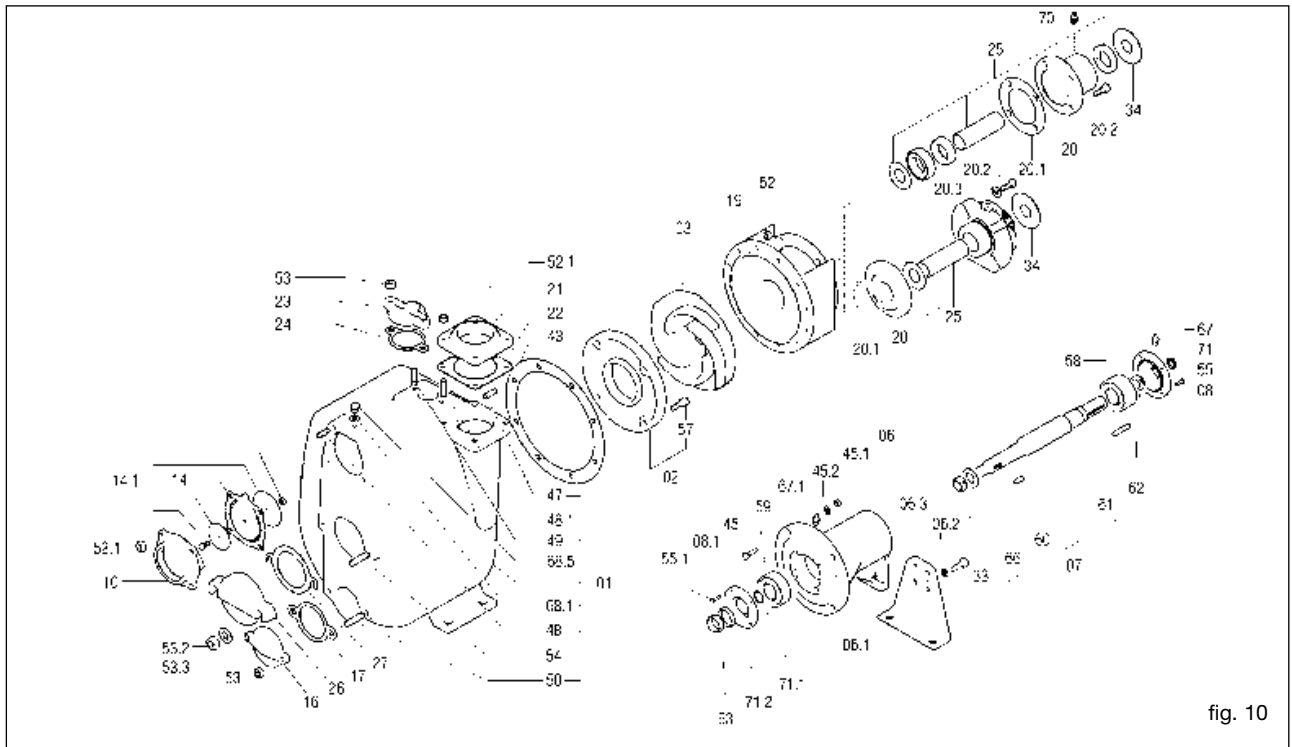

fig. 10
Le tuyau d'aspiration doit avoir un diamètre égal à celui de l'orifice d'aspiration de la pompe (consulter Varisco pour des diamètres supérieurs). Eviter, si possible, les coudes ou les étranglements pouvant limiter l'arrivée de liquide à la pompe. Ne pas monter la soupape de pied car la pompe est équipée d'un clapet anti-retour incorporé (14) (fig. 10).
À titre d'exemple, un dessin éclaté est représenté (fig. 10).
13.2 Remplacement de la turbine (fig. 10)
- Dévisser les écrous (52) et enlever le corps de la pompe en veillant à ne pas abîmer le joint (43).
- Bloquer la turbine (03) et dévisser l'écrou à blocage automatique (33).
- Remplacer éventuellement le joint (43)
13.3 Remplacement de la plaque d'usure (fig. 10)
- Dévisser les vis à tête hexagonale encastrée (57).
- Enlever et remplacer la plaque d'usure (02).
- Remplacer éventuellement le joint (43).
13.4 Remplacement de la soupape (fig. 10)
13.5 Remplacement de la garniture de type 1 - 2 - 3 (fig. 10,11 et 12)
- Bloquer la turbine (03) et enlever l'écrou à blocage automatique (33).
- Retirer le porte-moteur (19). La partie tournante de la garniture (40) montée sur l'entretoise (31) s'enlève automatiquement en même temps que celui-ci.
- Enlever la contre-face (39) ainsi que le joint correspondant (38) du porte-moteur.
- Démontez le pare-huile (41).
13.6 Remplacement de la garniture de type 4 - 5 (référence fig. 10, 13, 14, 15 et 16)
- Dévisser les écrous (52) (fig. 10) et enlever le corps de la pompe en veillant à ne pas abîmer le joint (43).
- Il faut par cela que les cotes A et B des fig. 17, 18, 20 et 21 soient le plus possible égales. Il est donc nécessaire d'utiliser les anneaux de compensation (25.2) (fig. 11) fournis avec la garniture de rechange. Ces anneaux servent à déplacer la turbine vers l'avant au cas où elle soit trop loin de la plaque d'usure frontale ou trop près de celle arrière (quand elle est prévue). Les anneaux de compensation doivent être montés entre l'anneau qui soutient la garniture (25.1) (fig. 11) et la turbine. D'autres ajustements peuvent être faits avec les joints du corps et la plaque d'usure arrière. Le joint (43) (fig. 10) qui a une épaisseur de 0,5 mm permet d'obtenir la distance voulue (fig. 19).
13.8 Entretien des roulements (fig. 10)